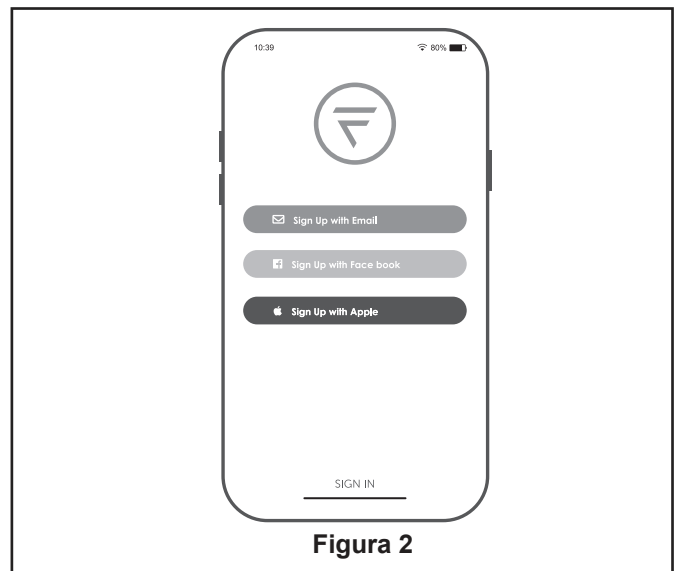

Figura 2
Para evitar una posible descarga eléctrica, asegúrese de cortar la alimentación eléctrica de la caja de fusibles principal antes de alambrao el ventilador. (Figura 2)
2. Coloque y ajuste firmemente la cubierta para el tornillo de la base sobre los tornillos de reborde de la abrazadera para colgar mediante el mecanismo de seguro por giro del chavetero. (Figura 2)
2. Instale la unidad del carcasa de interruptor en el soporte utilizando las dos ranuras principales de conexión. Vuelva a colocar el tercer tornillo y asegure los tres tornillos. (Figura 2)
2. Restaure la fuente de alimentación de la toma de corriente enciendiendo la electricidad del fusible principal. (Figura 2)
2. Cree su cuenta utilizando una de las tres opciones enumeradas. (Figura 2)